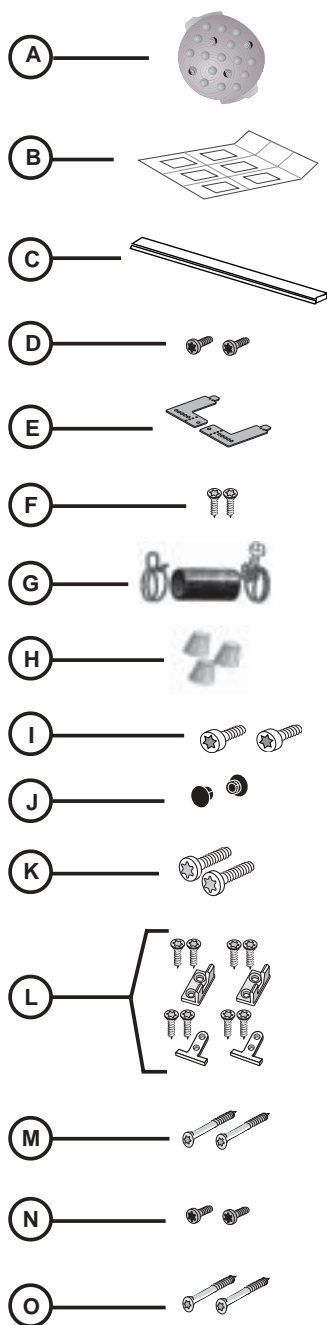

Figure 1/Illus. 1
Accessory Parts for your dishwasher will come in one or more plastic bags. Check to make sure that the parts shown in Figure 1 are included with your model (NOTE: Illustrations are not to scale). If any parts are missing, contact your dealer immediately.
- Extra Tall Item Sprinkler (Figure 1, letter A)
SHI and SHV models also have SHI/SHV Panel Installation Template Sheet (Figure 1, letter B).
SHY66 and SHX56 models also have a Cotton Insulation Strip (Figure 1, letter C).
Les pièces pour le lave-vaisselle sont dans un ou plusieurs sacs en plastique. S'assurer que toutes les pièces illustrées à la figure 1 sont comprises avec le modèle. (REMARQUE : Les illustrations ne sont pas à l'échelle.) S'il manque des pièces, communiquer avec le marchand immédiatement.
(Figure 1, lettre A)
Modèles SHI et SHV ont aussi un gabarit pour installation de panneau SHI/SHV (Figure 1, lettre B).
Modèles SHY66 et SHX56 ont aussi une bande d'isolation en coton (Figure 1, lettre C).
Los Accesorios para su lavadora se empacaron en una o más bolsas de plástico. Revise que se incluyeron con su modelo todas las piezas que se muestran en la Ilustración 1 (NOTA: Los gráficos se muestran fuera de proporción). Si faltan piezas, comuníquese al respecto inmediatamente con el vendedor.
- Una Boquilla Regadera para Piezas Extra Altas (Ilustración 1, artículo A)
Los modelos SHI y SHV también incluyen un Hoja Patrón para la Instalación del Panel (Ilustración 1, artículo B).
Los modelos SHY66 y SHX56 también incluyen una Tira Aislante de Algodón (Ilustración 1, artículo C).